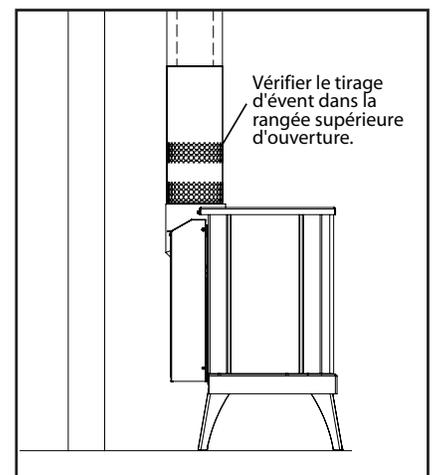

Figure 55: Projet de lieu d'essai
4. Après un minimum de 10 minutes de fonctionnement, tester le tirage de la cheminée avec de la fumée d'une allumette à la première ligne pour confirmer qu'il y a un tirage adéquat ou 'pull' aux ouvertures autour du corps du adaptateur, comme illustré à la Figure 55.